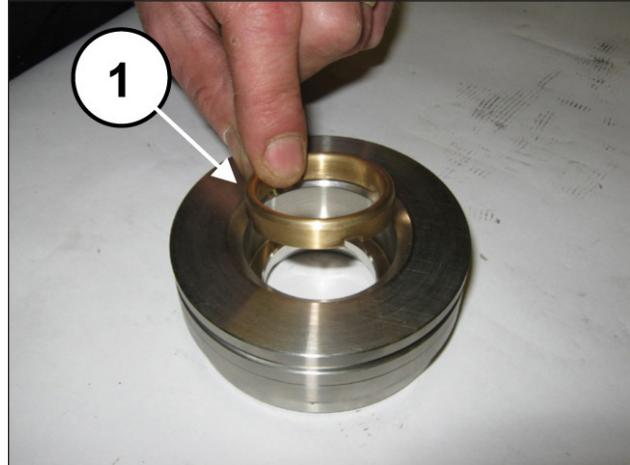
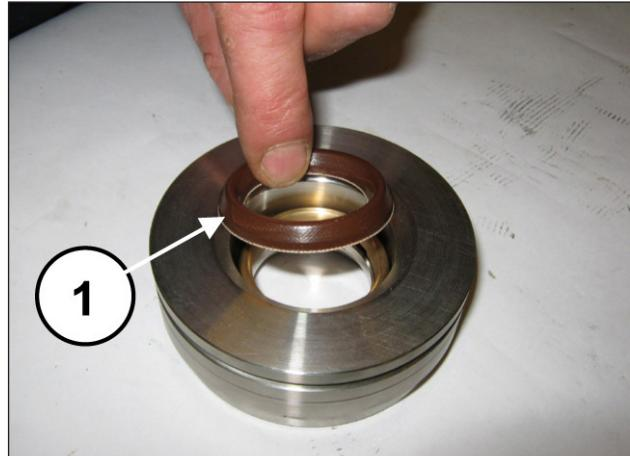
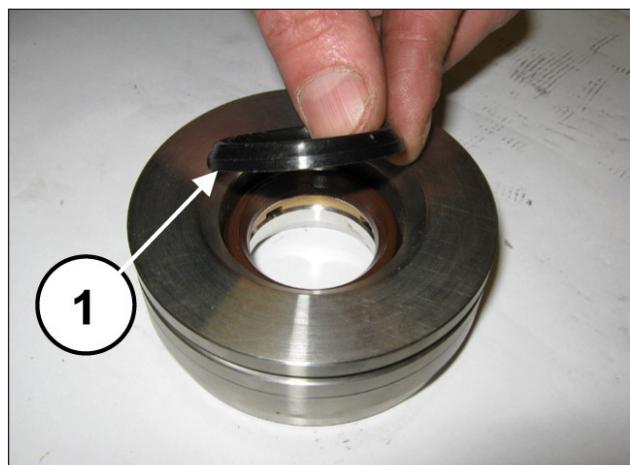

Fig. 178
Fig. 179
Fig. 180
Montare l'anello di testa (pos. ①, Fig. 178), la guarnizione di alta pressione (pos. ①, Fig. 179) e l'anello restop (pos. ①, Fig. 180).